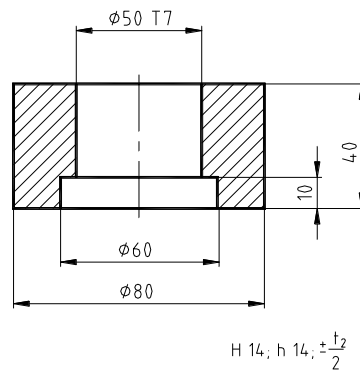

Рисунок 1
6. На чертеже детали (рис. 1) найдите размер с наименьшей величиной допуска.
1. На чертеже детали (рис. 1) найдите размер с наибольшей величиной допуска.
2. Для каких элементов детали (рис. 1) можно признать действительный размер годным, если его числовое значение окажется равным номинальному?
5. На чертеже детали (рис. 1) найдите элементы, относящиеся к "валам".
6. На чертеже детали (рис. 1) найдите элементы, относящиеся к "отверстиям".